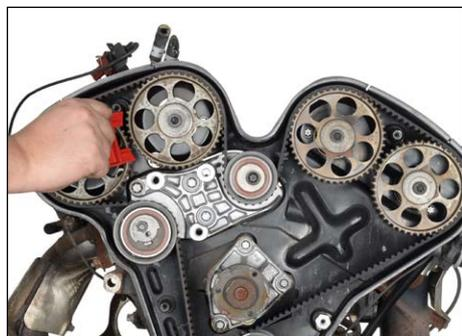
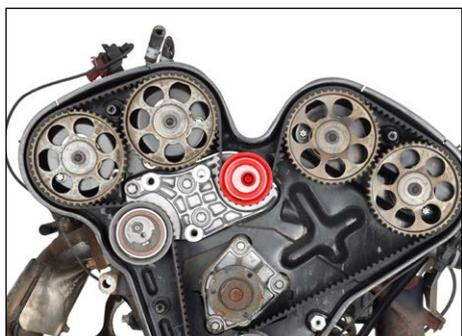

Fig. 5
Fig. 7
3. Mettre l'outil de blocage d'arbre à cames (KM-800-1) de couleur rouge avec l'inscription « Top » dirigée vers le haut entre les poulies d'arbre à cames « 1 » et « 2 » (Figures 5 et 6). Si l'outil de blocage ne peut pas être mis en place, desserrer le galet de renvoi supérieur de la courroie de distribution (Figure 7) et tourner son excentrique à l'aide de la clé de serrage MKM-6038 ou d'une clé multiprise jusqu'à ce que l'outil puisse être mis en place.